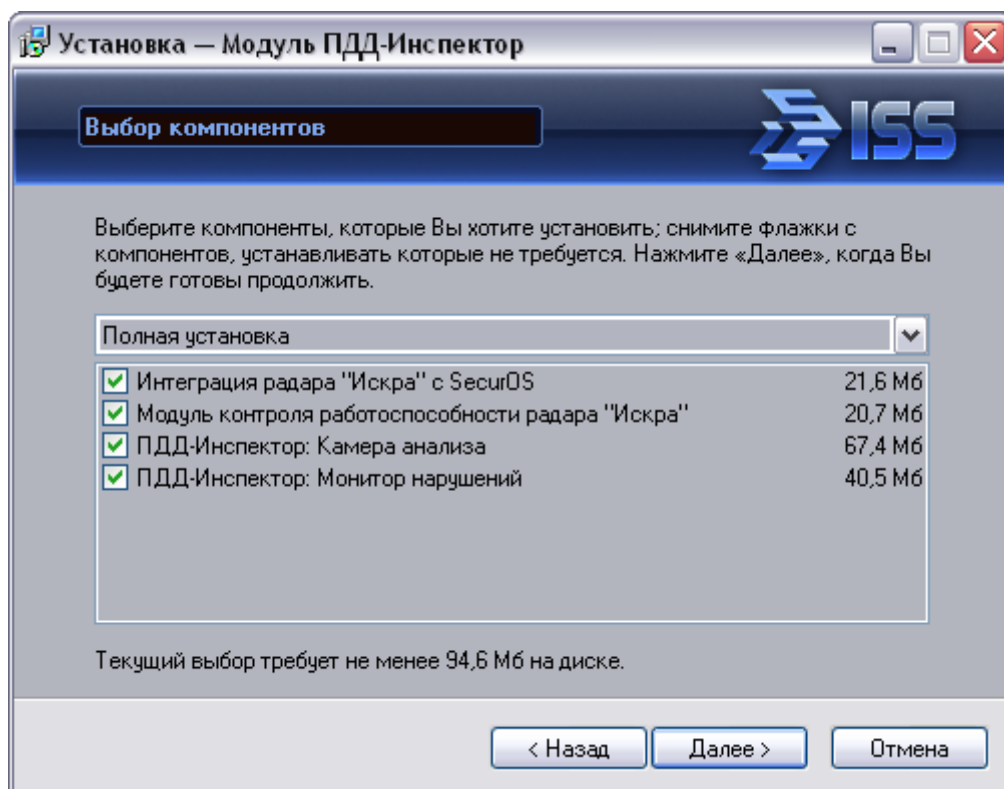

Рис. 4. Выбор режима установки и компонентов Модуля
2. Выберите один из следующих режимов установки Модуля (см. рис. 4):